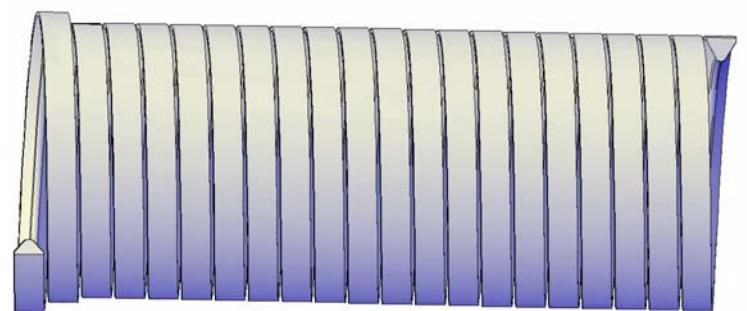

Рис. 49
- **Объединение (_Union)** \ объединим оба полученных solid (рис. 49).